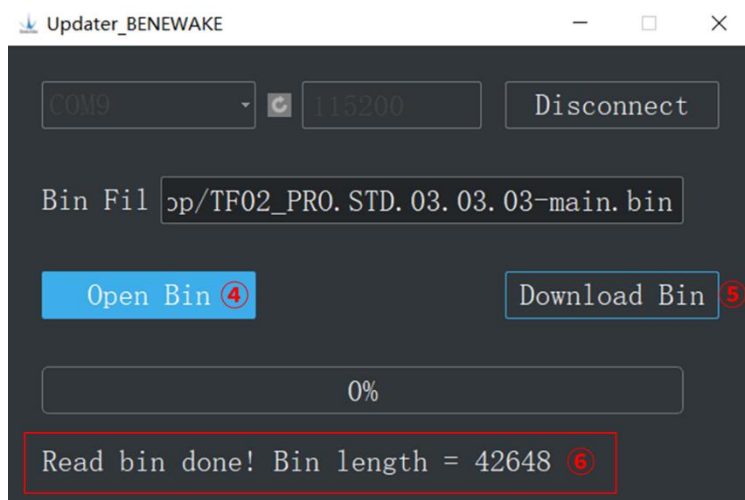

图 6-2 Updater_BENEWAKE 上位机上传固件文件
- 2) 连接后，点击④Open Bin 选择需要更新的固件文件，文件上传完成后会有提示⑥Read bin done。随后点击⑤Download Bin 开始固件升级，如图 6-2 所示。